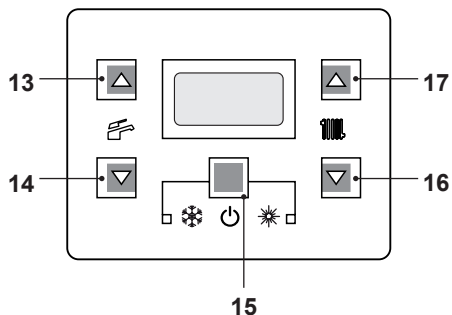
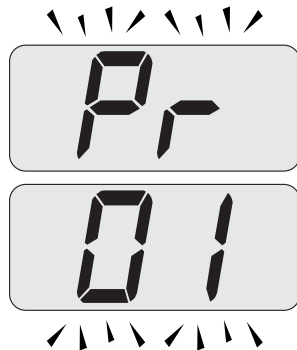
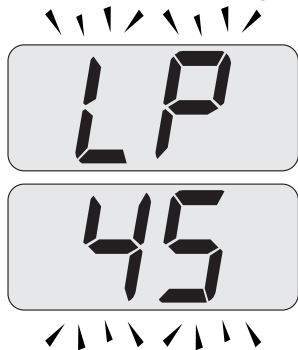

Figura 7.2
Figura 7.3
Figura 7.4
- Entrare in "modalità programmazione" premendo contemporaneamente per 10 secondi i tasti 15 - 16 - 17 (Figura 7.2) fino a far apparire sul display LCD le lettere **Pr** che si alternano con il codice **01**, indicanti l'entrata nel "parametro 01" (Figura 7.3).
- Premere contemporaneamente i tasti 16 e 17 (Figura 7.2) fino a far apparire sul display LCD le lettere **LP** che si alternano con il valore di temperatura dell'acqua di riscaldamento (es. **45**), indicanti l'entrata nell'attivazione della "funzione spazzacamino" alla potenza minima (Figura 7.4).
- Premere il tasto 16 (Figura 7.2) fino a far apparire sul display LCD le lettere **LP** che si alternano con il valore di temperatura dell'acqua di riscaldamento (es. **60**), indicanti l'entrata nell'attivazione della "funzione spazzacamino" alla potenza minima in sanitario (Figura 7.7).
- Spegner la caldaia tenendo premuto per 2 secondi il tasto 15 (Figura 7.2) fino a far apparire sul display LCD il simbolo **— —** (Figura 7.8).